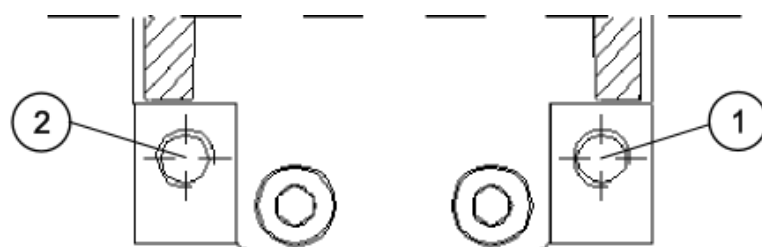

Fig. 3.
5. Anslutning av matningscylindern. Enheten skall anslutas med tryckluft av god kvalitet. Max tryck 8 bar. Anslutningen sker då lämpligast via en luftberedningsenhet med ett luftfilter och tryckregulator. Oljedimsmörjning är en fördel att använda men inget krav. Enheten försedd med instickskopplingar för plaströr med utvändig diameter av Ø8 mm. Den invändiga diametern för plaströret skall vara Ø6 mm. Se Fig. 3.